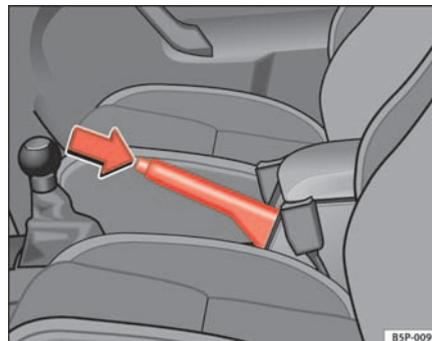

Abb. 104 Handbremse zwischen den Vordersitzen
⇒ Abb. 104.
- Ziehen Sie den Hebel etwas nach oben, drücken Sie die Entriegelungstaste in Pfeilrichtung ⇒ Abb. 104 und führen Sie den Handbremshebel ganz nach unten ⇒